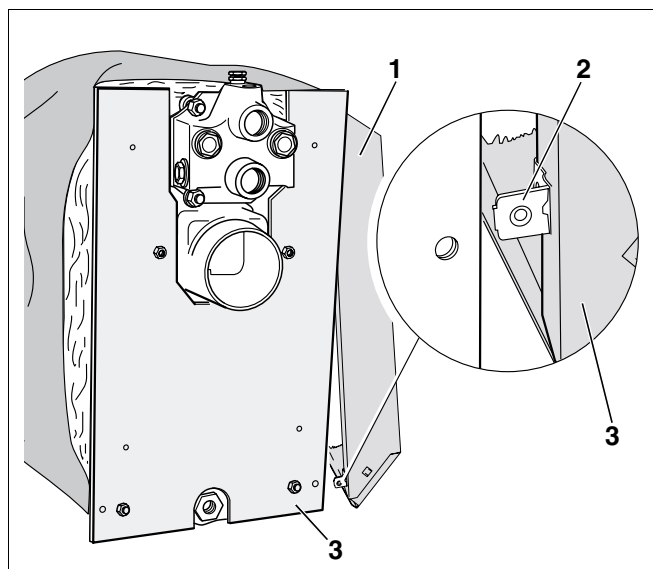

Fig. 48 Fixarea cu șuruburi a peretelui lateral cu peretele din spate
- Peretele lateral (Fig. 48, **Poz. 1**) se fixează prin cleme prin presiune și se asigură prin intermediul acestei cleme de blocare (Fig. 48, **Poz. 2**), prinzându-se de (Fig. 48, **Poz. 3**) peretele de spate.